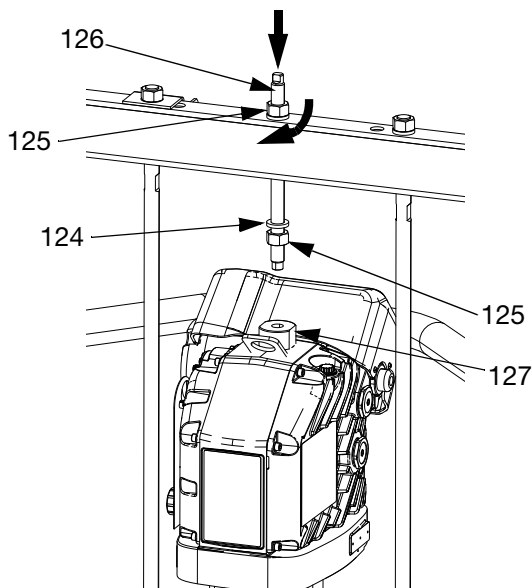

図 52
1. 性能の良いホイストを使用してタイロッドを置換ポンプ (AC) に挿入し、ドライバー (AB) をポンプ (AC) に固定します。
- b. ネジ山の付いたロッド (126) をセンターホールを通してクロスバーに取り付けます。ワッシャ (124) およびナット (125) を、クロスバーの上および下の両側で、ネジ山の付いたロッド (126) に取り付けます。レンチを使用して吊り上げリング (127) を保持し、別のレンチを使用してネジ山の付いたロッド (106) を吊り上げリングアダプタ (127) に入れて締め付けます。図 52を参照ください。
- c. クロスバーの下のナット (125) を最大 25 ft-lb (34 N•m) で締めます。
- d. クロスバーの上のナット (125) を締めてドライバー (AB) を所定の場所に固定します。